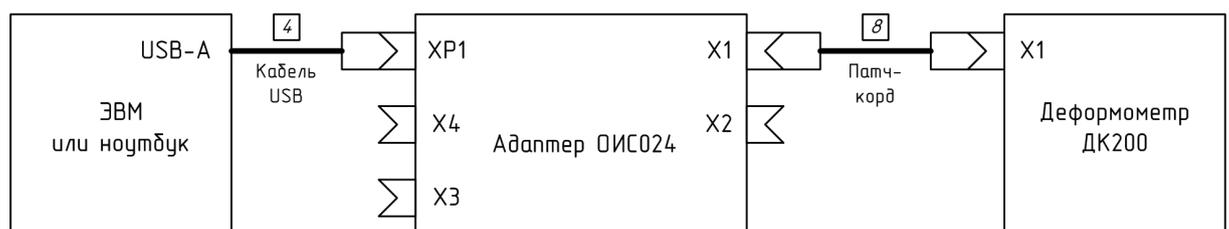

Рис. 3.1. Схема подключения деформометра Дк200 к адаптеру ОИС024 и ЭВМ.
Операция: Подключение адаптера ОИС024 к ЭВМ деформометру необходимо выполнять в соответствии со схемой соединения и подключения согласно Рис. 3.1
- подключить адаптер ОИС024 к ЭВМ и проверяемому устройству в соответствии со схемой соединения и подключения согласно Рис. 3.1;